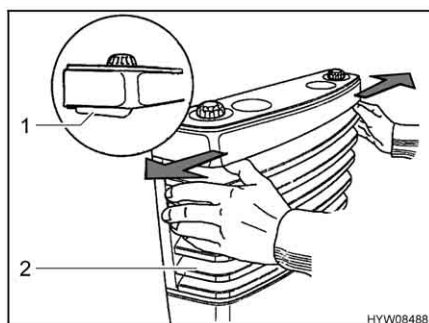

Fig. 74 Rimozione della copertura del riscaldamento
- Rimuovere la copertura del riscaldamento (Fig. 74,2). A tale scopo spingere contemporaneamente verso l'esterno le due leve di chiusura (Fig. 74,1) e ribaltare la copertura in avanti.